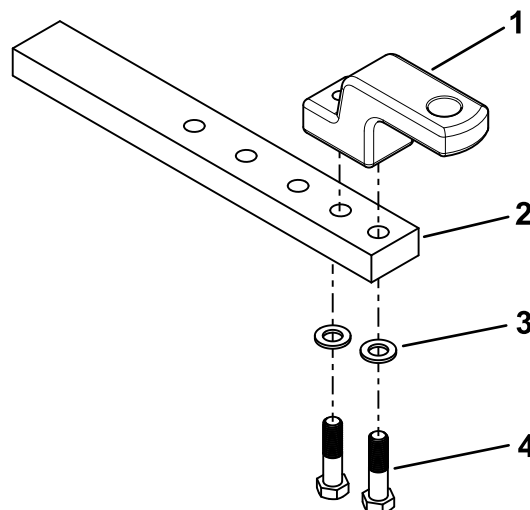

Рисунок 6
1. Прикрепите тяговую скобу к тяговому брусу с помощью двух винтов (M18) и двух шайб (Рисунок 6).